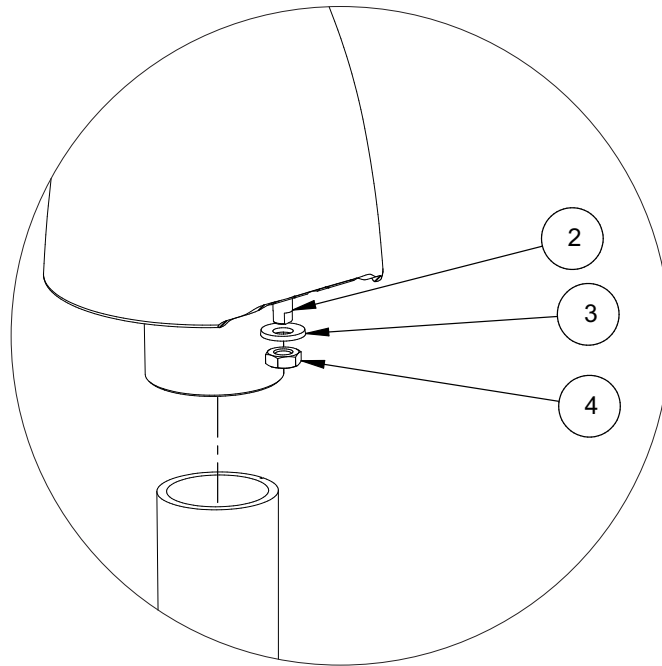

Abbildung 8.8: Aufbau der Erdungsklemme
1. Entfernen Sie die Mutter (Pos. 4 in Abb. 8.8) und die Sicherungsscheibe (Pos. 3).